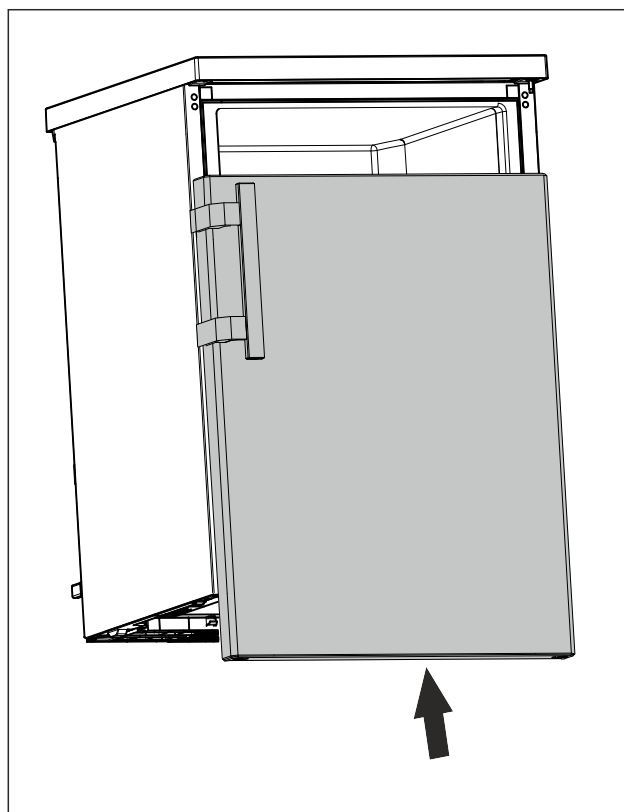

Fig. 24
- ▶ V zavřeném stavu nasad'te dvířka na horní čep. (viz Fig. 24)